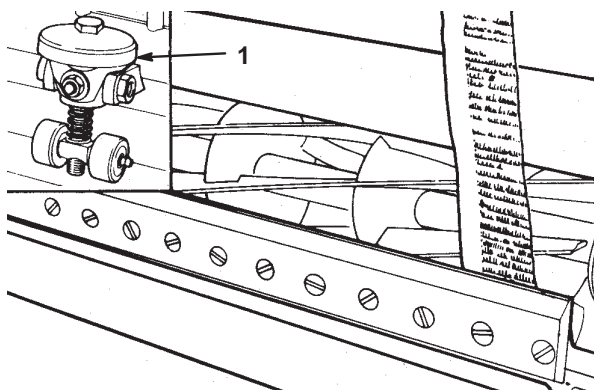

図 2
4. ベッドナイフとリールの平行状態を点検する。リールの一端部で、ベッドナイフとの間に乾いた新聞紙片を差し入れる。リールを手でリールをゆっくり回しながら、(レンチを使って)調整ノブを1ノッチずつ締めてゆく(図2)。新聞紙がはさまれ、引き抜くのに軽い抵抗を感じるように調整する。